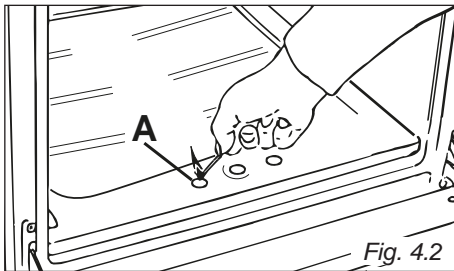

Fig. 4.2
2. Avvicinare un fiammifero acceso al foro centrale del piano del forno (fig.4.2).
2. Modelli senza accensione elettrica: Avvicinare una fiamma al foro centrale "A" della base del forno (fig. 4.2). Premere a fondo la manopola del termostato gas (fig. 4.3) e tenendola sempre premuta ruotarla in senso antiorario fino alla posizione massima.
3. Modelli con accensione elettrica: Premere leggermente la manopola del termostato e ruotarla in senso antiorario fino alla posizione massima, quindi premere a fondo il pulsante per attivare l'accensione elettrica. Non continuare mai questa operazione per più di 15 secondi. Se il bruciatore non si è acceso, attendere circa 1 minuto prima di ripetere l'accensione. Se l'accensione elettrica non funziona si può accendere manualmente il forno avvicinando una fiamma al foro "A", come illustrato in fig. 4.2.